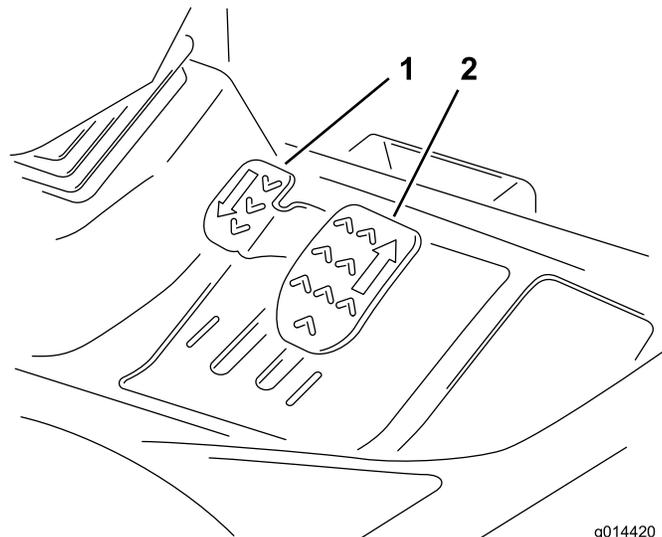

Figura 16
**Avanzamento:** Premete il pedale di trazione avanti per aumentare la velocità di avanzamento. Lasciate andare il pedale per ridurre le velocità (Figura 16).
**Retromarcia:** Premete il pedale di trazione indietro per aumentare la velocità di retromarcia. Lasciate andare il pedale per ridurre le velocità (Figura 16).